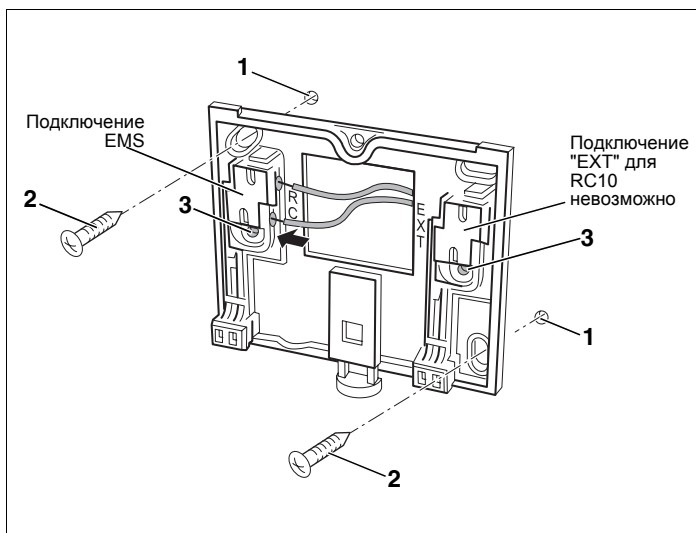

Рис. 5 Крепление монтажной пластины на штукатурку
- Просверлить два отверстия в размеченных местах в стене, для чего использовать монтажную пластину в качестве шаблона (рис. 5).
- Установить входящие в поставку дюбели в просверленные отверстия (рис. 5, поз. 1).
- Закрепить монтажную пластину винтами (рис. 5, поз. 2), входящими в поставку.
При монтаже в коробку под штукатурку можно использовать другие отверстия для крепления (рис. 5, поз. 3).